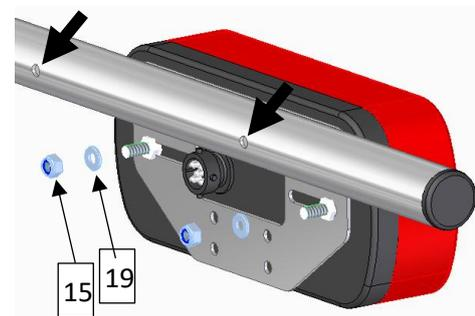

Abbildung 6
Danach können die Leuchten an den Blechen montiert werden - die Leuchte mit dem weißen Rückfahrlicht (3) auf der Beifahrerseite und die Leuchte mit der roten Nebelschlussleuchte (4) auf der Fahrerseite. Die Kennzeichenbeleuchtung (seitliches weißes Glas an den Leuchten) muss Richtung Kennzeichen zeigen (siehe Bild auf dem Deckblatt der Anleitung). Stecken Sie die Gewinde durch die Langlöcher und sichern Sie sie jeweils mit einer Unterlegscheibe (19) und einer Sicherungsmutter (15) (max. 6Nm - siehe Abb. 6).
Danach können Sie die Stangenhalter (21) in die sechs Löcher auf der Rückseite des Rohrs drücken. Kleben Sie die Reflektor-Aufkleber jeweils auf den Kunststoffstopfen an den Rohr-Enden (ebenfalls sichtbar auf Abb. 6 ganz rechts).